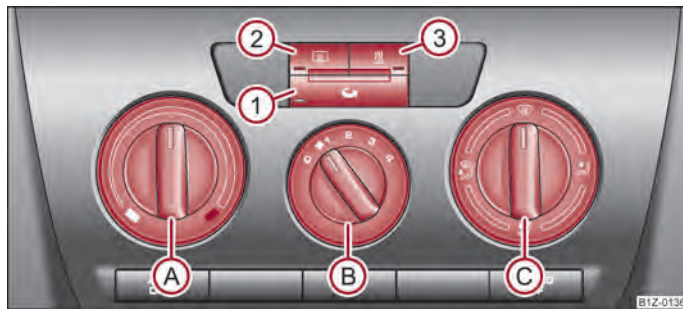

Fig. 93 Chauffage : Eléments de commande
- Faites tourner le régulateur rotatif (A) ⇒ fig. 93 vers la droite pour augmenter la température.
- Faites tourner le régulateur rotatif (A) vers la gauche pour abaisser la température.
- Les éléments de commande Ⓐ, Ⓑ, Ⓒ et la touche ① → fig. 93.
- Appuyez sur la touche - le témoin s'allume dans la touche → fig. 93.
La circulation d'air de recyclage s'arrête automatiquement si l'on met le régulateur de diffusion d'air Ⓒ sur la position → fig. 93. Un appui répété sur la touche permet de réenclencher le recyclage de l'air dans cette position également.